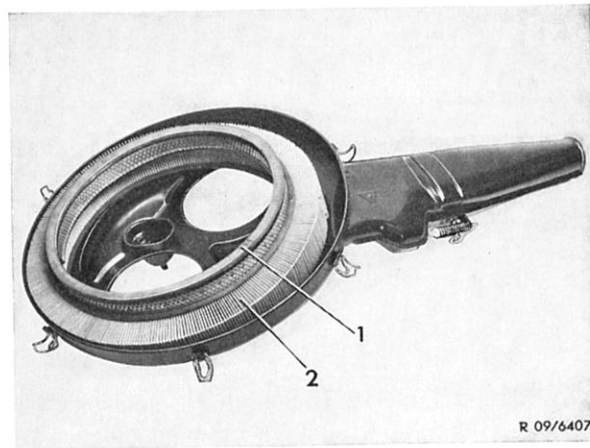

Bild 09—1/0
Der Aktiv-Kohlering wird nicht gewartet. Beim Einbau des Luftfiltereinsatzes (2) ist auf die richtige Lage des Aktiv-Kohlerings zu achten (Bild 09—1/0).